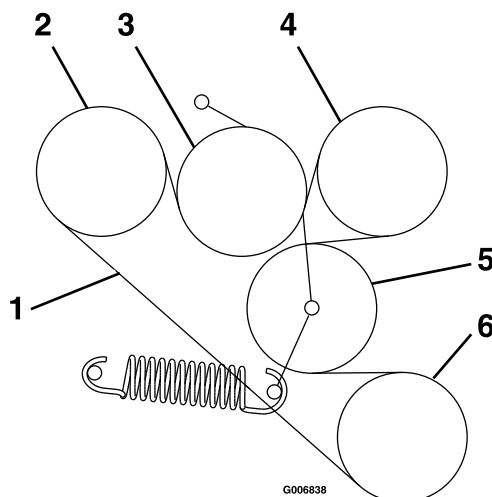

Figura 58
6. Enrute la correa nueva sobre las poleas según lo indicado en la calcomanía situada en la parte trasera del protector izquierdo de la transmisión (Figura 58).